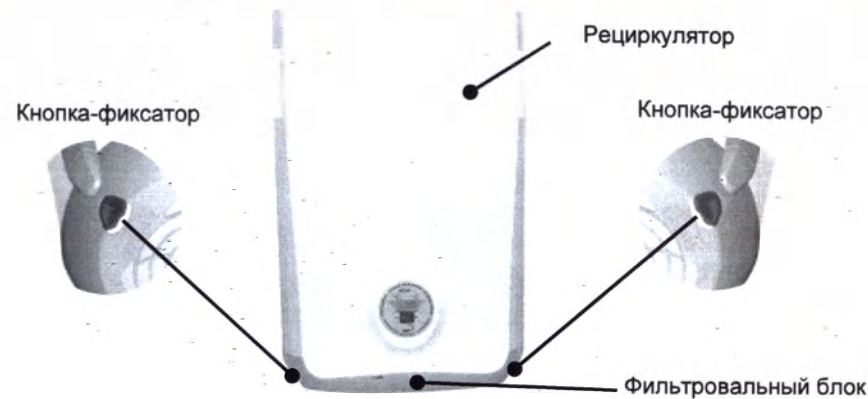
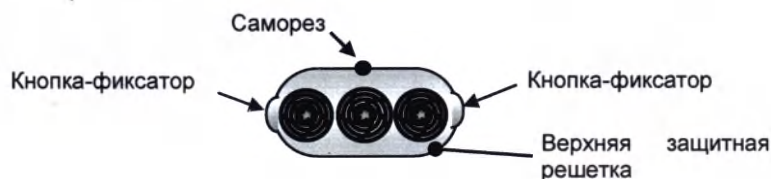

Рис.3
Рис.5
- 5.5. После проведения технического осмотра или ремонта Рециркулятора убедиться, что верхняя защитная решетка зафиксирована самонарезающим винтом (саморезом) (Рис. 5).
- Снять **фильтровальный блок** (без применения инструмента и раскрытия корпуса), одновременно нажав **кнопки-фиксаторы** (рис.3).
- Установить фильтровальный блок на место легким нажатием до «щелчка» (рис.3).
- Снять верхнюю защитную решетку, нажав одновременно кнопки-фиксаторы, предварительно открутив саморез (рис.5).
- Снять фильтровальный блок (без применения инструмента), одновременно нажав кнопки-фиксаторы (рис.3).
- Установить фильтровальный блок (рис.3) и верхнюю защитную решетку нажатием до «щелчка», верхнюю защитную решетку зафиксировать саморезом (рис.5).
- Снять верхнюю защитную решетку, нажав одновременно защелки-фиксаторы, предварительно открутив саморез (рис.5).